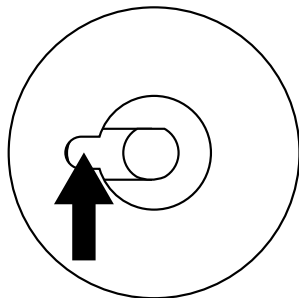

Рис. 12
- через отверстие, расположенное левее стержня Ручки управления температурой духовки (см. рис. 12), регулировочным винтом с помощью отвертки отрегулируйте пламя до малого, но устойчивого горения (пламя можно видеть через отверстия в дне духовки);